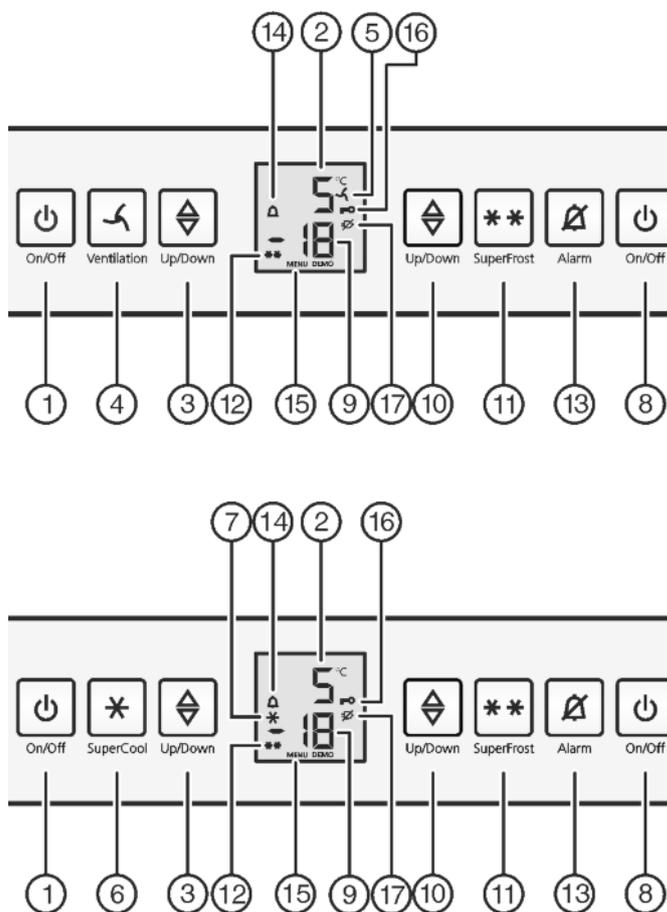

Fig. 2
- ▶ Mit der Taste SuperFrost *Fig. 2 (11)* kurz bestätigen.
- ▷ Das Symbol Kindersicherung *Fig. 2 (16)* leuchtet in der Anzeige.
▶ Die Taste On/Off Gefrierteil *Fig. 2 (8)* kurz drücken.
▶ Einstellmodus aktivieren: Taste SuperFrost *Fig. 2 (11)* ca. 5 Sekunden drücken.
- ▷ In der Anzeige wird das Symbol Menu *Fig. 2 (15)* angezeigt.
▶ Mit der Taste SuperFrost *Fig. 2 (11)* kurz bestätigen.
- ▷ Das Symbol Kindersicherung *Fig. 2 (16)* erlischt.
- ▶ Taste On/Off Gefrierteil *Fig. 2 (8)* drücken.
- ▶ Taste On/Off Kühlteil *Fig. 2 (1)* drücken.
Gleichzeitig blinkt die Temperaturanzeige und das Symbol Alarm *Fig. 2 (14)*.
Der Tonwarner verstummt automatisch, das Symbol Alarm *Fig. 2 (14)* geht aus und die Temperaturanzeige hört auf zu blinken, wenn die Temperatur wieder ausreichend kalt ist.
▶ Taste Alarm *Fig. 2 (13)* drücken.